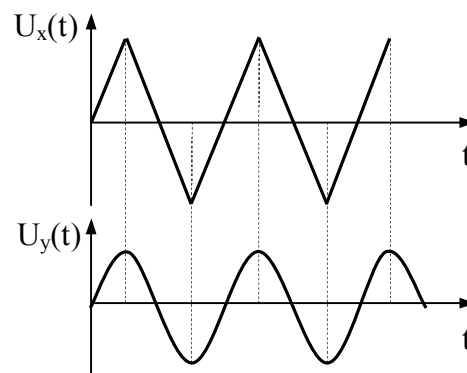

Рис. 6.
21. На входы X и Y осциллографа поданы напряжения, показанные на рис. 6. Постройте изображение, получающееся на экране осциллографа.